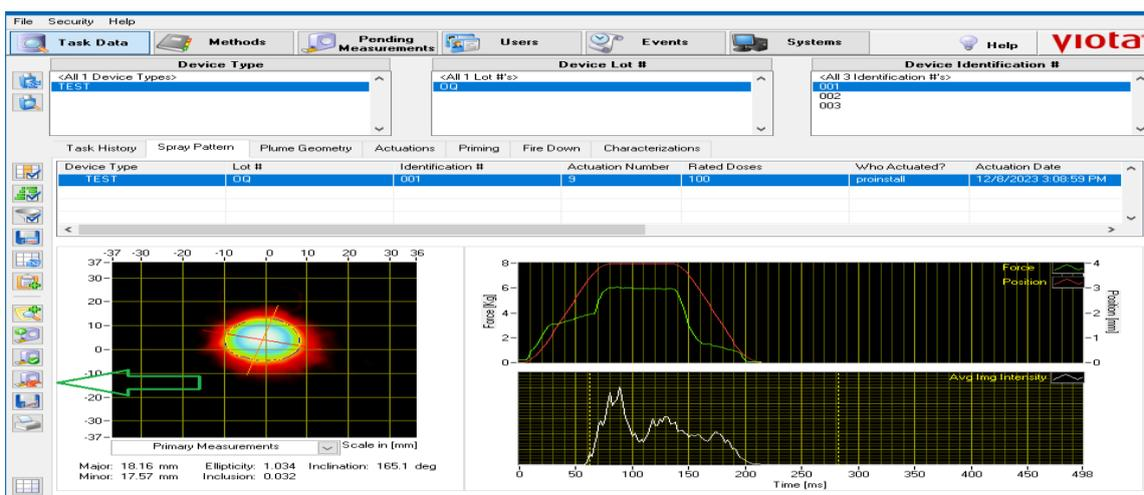

Figura 98. Remedição do padrão de pulverização.
- Para medir novamente o padrão de pulverização clique na linha correspondente aos dados da tarefa *Spray Pattern* e em seguida no botão *Re-Measure* conforme Figura 98.